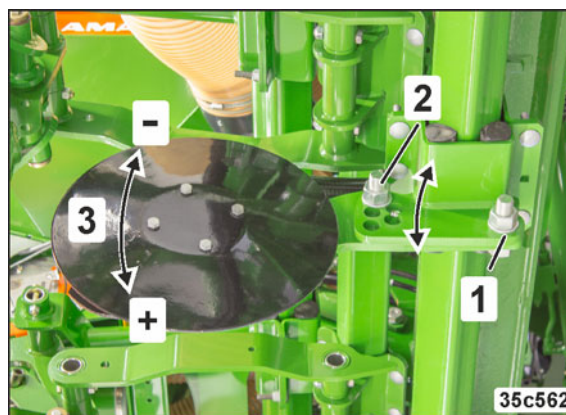

Рис. 202
1. Ослабьте крепежную гайку (Рис. 202/1).
2. Ослабьте и извлеките регулировочный винт (Рис. 202/2).
3. Поверните туковый сошник в нужное положение (Рис. 202/3).
4. Вставьте и затяните регулировочный винт (Рис. 202/2).
5. Затяните крепежную гайку (Рис. 202/1).